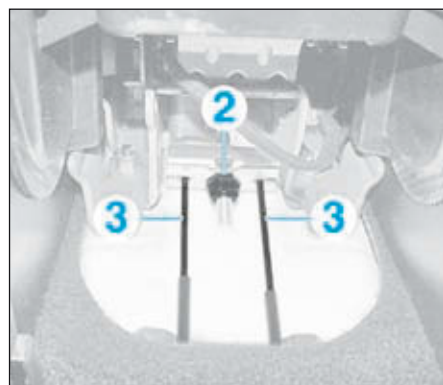

FIG.40
- Desserrer l'écrou (2) et détendre les câbles de frein de stationnement (3) (Fig.40).
- Désaccoupler les câbles de frein de stationnement (3) et le palonnier.